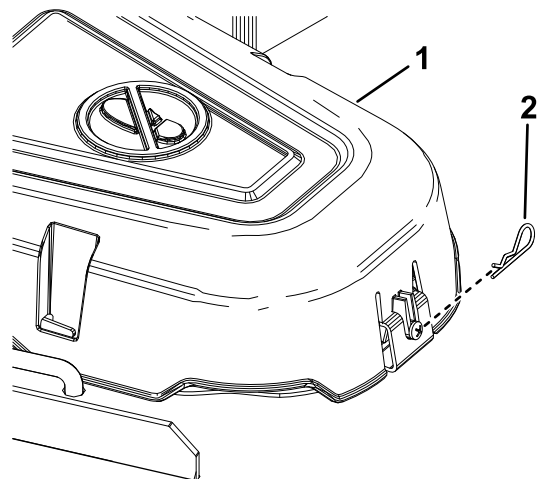

Figure 49
4. Retirez la goupille fendue et appuyez sur la languette des couvercles pour déposer les couvercles des poulies (Figure 49).